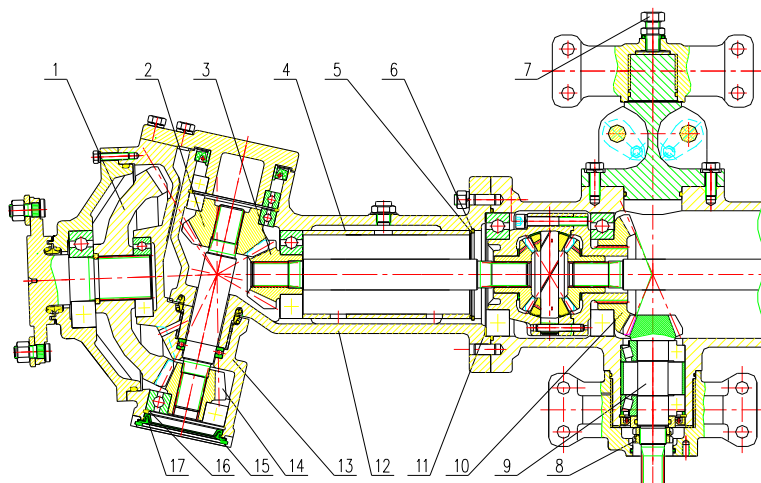

Рис. 5-17 Структура Переднего Ведущего Моста и его Регуировка
5.3.10.2. Структура переднего ведущего моста и его регулировка (Рис. 5-17)